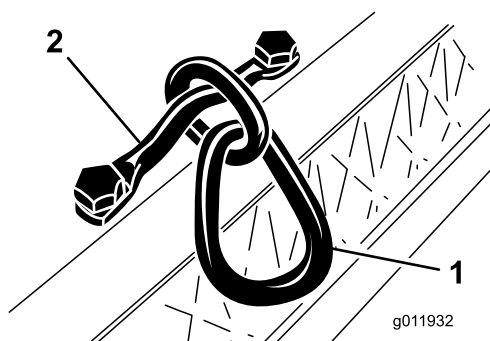

Figura 5
Instale o elo da corrente na parte superior da unidade de corte com suporte de montagem e (2) parafusos. Aperte os parafusos a um binário de 34-41 Nm (Figura 5).